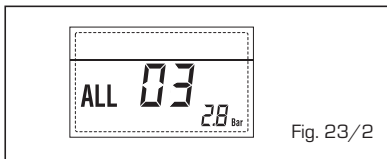

Fig. 23/2
**- ANOMALIA Sonda IDA AQUECIMENTO “ALL 05” (fig. 23/4)**